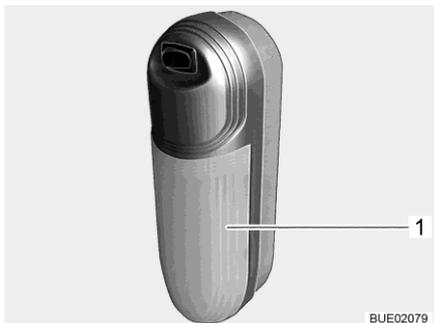

Fig. 294 Luminaire apparent
- Tirer légèrement sur le couvercle transparent (Fig. 294,1) de l'interrupteur et le retirer.